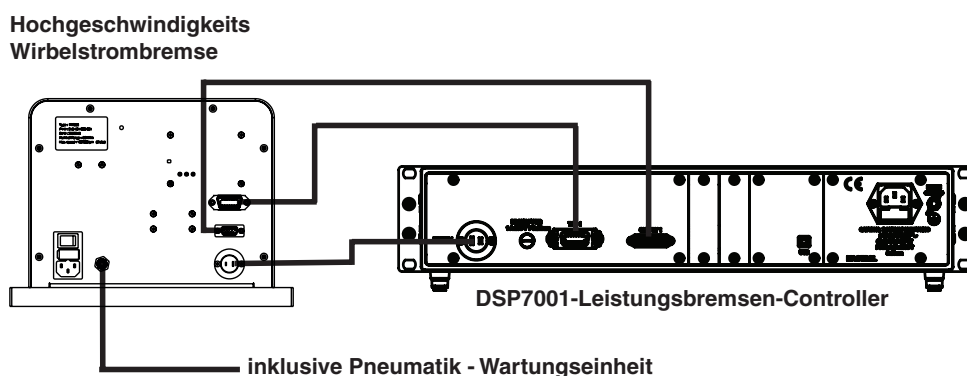

Abbildung 5-1 Kalibrierungsverkabelung
1. Schließen Sie die Leistungsbremse an die DSP-Elektronik an wie in der Abbildung 5-1 dargestellt.